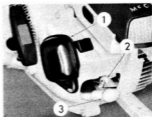

Fig. 15
1. Dra försiktigt loss tändstiftsskyddet tillsammans med anslutningen (se fig. 15).